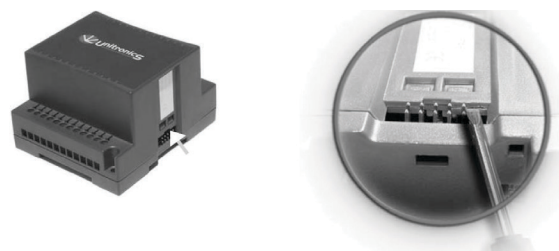

Рис. 38
2. Соблюдая осторожность, чтобы не повредить кабель, откройте другую сторону прибора, вставив острие отвертки, как показано на рис. 38, и осторожно нажав вверх.